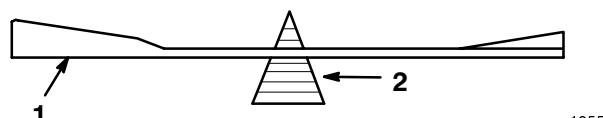

Abbildung 36
2. Die Balance des Schnittmessers auf einer Schnittmesserwaage überprüfen (Abb. 36). Wenn das Messer in horizontaler Position bleibt, ist es ausgewuchtet und kann weiter verwendet werden. Wenn es nicht ausgewuchtet ist, von der Rückseite des Messers etwas Metall abfeilen. Diesen Vorgang wiederholen, bis das Messer ausgewuchtet ist.